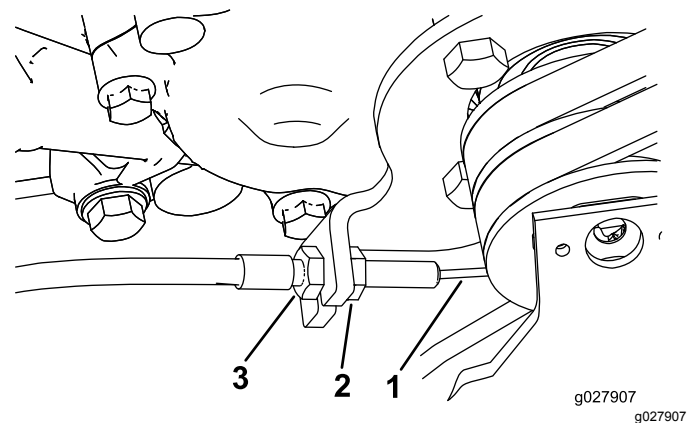

Figura 49
3. Per aumentare la tensione del cavo allentate il controdato del cavo anteriore e serrate il controdato del cavo posteriore (Figura 49) finché non occorre una forza di 8-9 kg per innestare il comando della trazione.